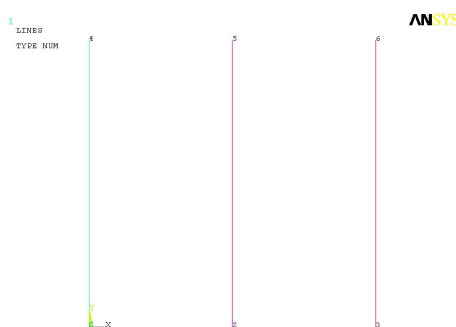

Рис. 4.2. Построение отрезков
2) Создайте отрезки между точками 1 и 4, 2 и 5, 3 и 6 (рис. 4.2)